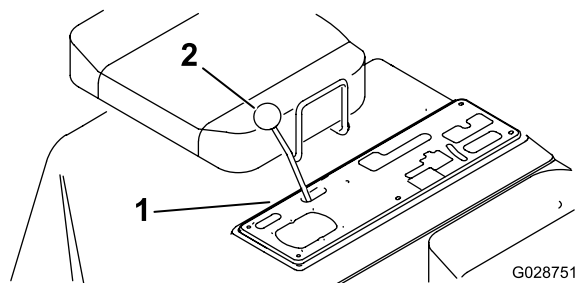

Figure 12
1. Retirez les pommeaux de tous les leviers de la console centrale (Figure 12).
2. Retirez les 6 vis qui fixent le bord extérieur de la plaque de protection de la console centrale au cadre et déposez la plaque de protection (Figure 12).